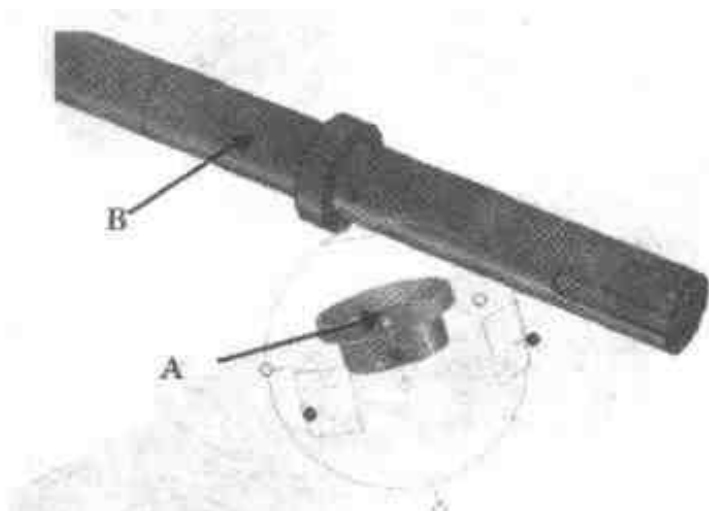
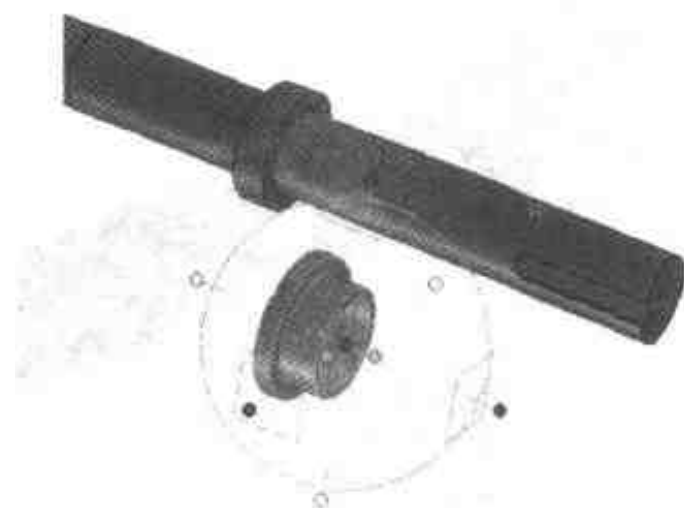

图 3.46 定向内衬套
图 3.47 定向结果
- (1) 选择【文件】|【插入】|【零件/装配】命令，在所附光盘的 score\example\jixie\3\ 换向机构文件夹中找到“内衬套.ics”文件，单击【打开】按钮，如图 3.46 所示。
- (2) 选中内衬套后单击【三维球】按钮，打开三维球，右击如图 3.46 所示定位手柄(A)后选择【与轴平行】命令，然后单击从动轴表面(B)，单击【确定】按钮，如图 3.47 所示。